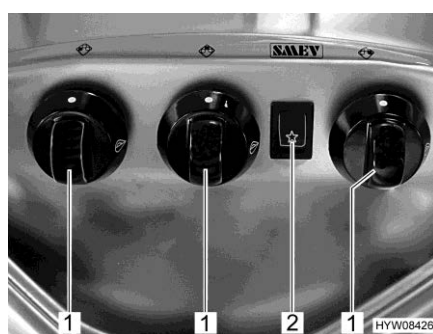

Fig. 179 Elementi di comando (fornello a gas)
- Ruotare il pomello girevole (Fig. 179,1) dell'impianto a fiamma libera desiderato in posizione accesa (fiamma alta).
- Premere l'interruttore a bilico (Fig. 179,2). Sul bruciatore vengono prodotte scintille.